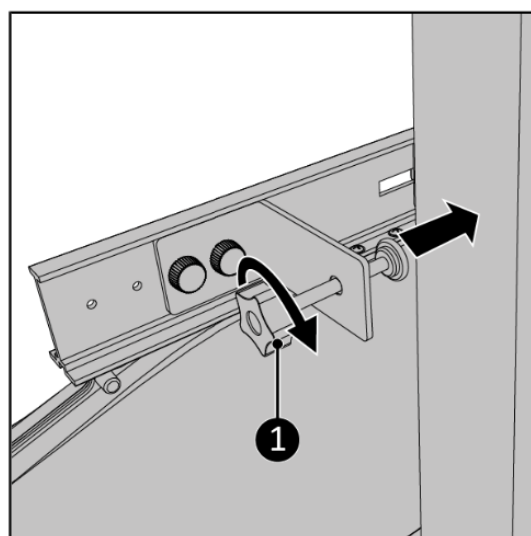

Figura 30.
15. Înșurubați cu grijă șurubul de strângere de pe clemă pe rama ferestrei (Figura 30, articolul 1).